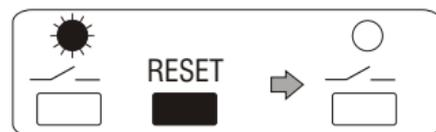

Fig. 5
- Presionar brevemente la **tecla "RESET"**; al soltarla el forzamiento temporal queda anulado (fig. 5).